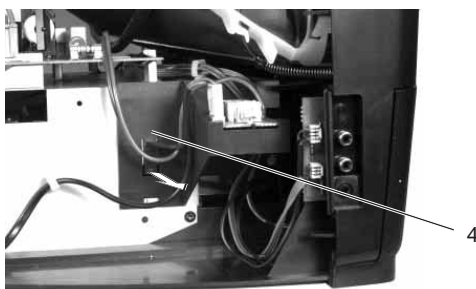
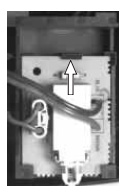

Fig. 3
Fig. 4
- Bei Geräten mit zusätzlicher Netzschalterplatte: Rastnase (Fig. 3) lösen und Netzschalterplatte mit Halter (Pos. 4) abmontieren und Netzkabel freilegen.
- Achtung:** Nur bei einem Defekt auf der Netzschalterplatte die Rastnase lösen (Fig. 4) und Netzschalterplatte aus dem Halter nehmen.
- Concerning TVR's with additional power supply panel: Disengage the locking lug (Fig. 3), detach the mains switch panel and the holder (Fig. 4) and uncover the power supply cable.
- Attention:** Detach the locking lug (Fig. 4) and take out the mains switch panel from the holder only if the mains switch panel is defective.
- Attention:** When re-assembling the Power Chassis the spacers must be fitted (pos. 42, exploded view).